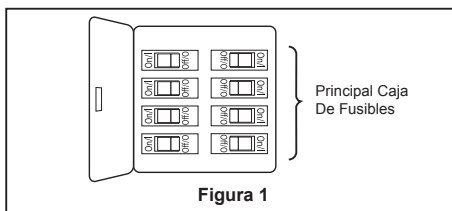

Figura 1
1. Extraiga la pieza de la bola colgante de la unidad de la bola colgante / varilla aflojando el tornillo de presión de la bola colgante hasta que la bola se libere de la varilla. Retire el pasador del barral y luego extraiga la semiesfera. Conserve el pasador y la semiesfera para su reinstalación en el Paso 6. (Figura 1)
Para evitar una posible descarga eléctrica, asegúrese de cortar la alimentación eléctrica de la caja de fusibles principal antes de colgar el ventilador. (Figura 1)
Para evitar una posible descarga eléctrica, asegúrese de cortar la alimentación eléctrica de la caja de fusibles principal antes de cableado el ventilador. (Figura 1)
- 1. Instale la cubierta rotando la ranura clave en la cubierta sobre el tornillo de hombro del soporte del gancho, teniendo cuidado de no pillar los cables. Fije el tornillo de hombro. Instale adecuadamente y fije el segundo tornillo de hombro que fue anteriormente guardado. (Figura 1)
- 1. Extraiga uno de los tres tornillos del soporte ubicado en la parte interior de la unidad del motor. Guárdelos para después y afloje levemente los otros dos tornillos. (Figura 1)
1. Restaure la fuente de alimentación de la toma de corriente enciendo la electricidad del fusible principal. (Figura 1)